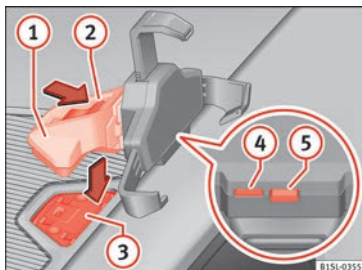

Fig. 135 Dans la console centrale : fermeture du trou pour le logement du système d'infodivertissement.
- Appuyez sur la touche de déverrouillage » fig. 135 5 jusqu'à ce que le bras supérieur du support universel se détache.
- Placez le smartphone sur les fixations inférieures. Pour régler les fixations inférieures, appuyez sur la touche » fig. 135 4.
- Maintenez le bras support » fig. 135 1 et appuyez sur la touche de déverrouillage » fig. 135 4 dans le sens de la flèche.
- Placez le bras support » fig. 135 1 sur la plaque de serrage » fig. 135 3 à partir du haut et appuyez vers le bas jusqu'à ce que vous entendiez un clic » fig. 135 4.